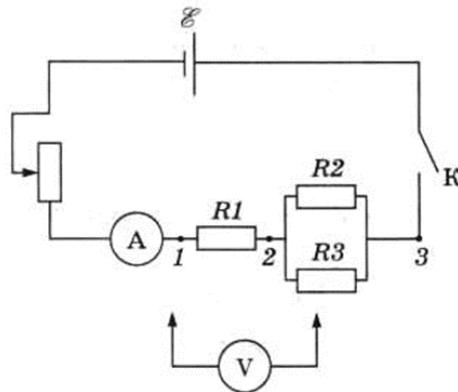

Рис. 3
1. Соберите электрическую цепь (см. рис. 3).
6. Подключите вольтметр к точкам 1 и 2 (см. рис. 3) и измерьте напряжение  $U_{12}$  между этими точками.